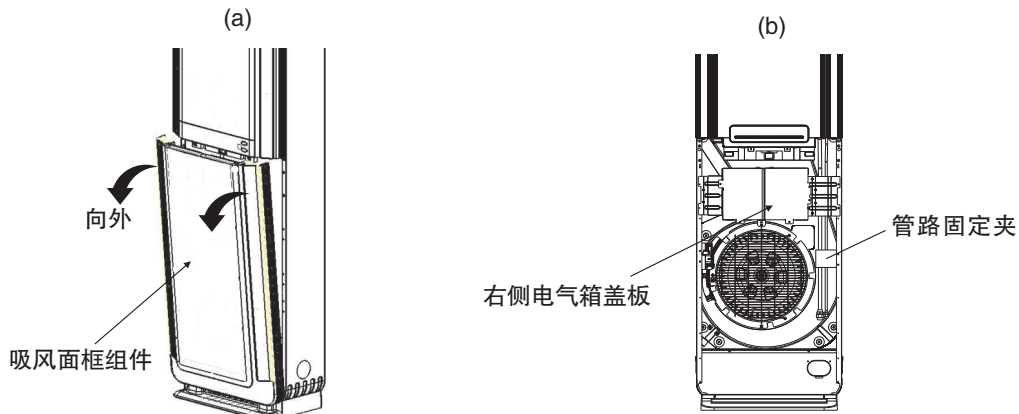

图17
- (1) 按图17所示依次拆下吸风面框、电气箱盖板及管路固定夹。